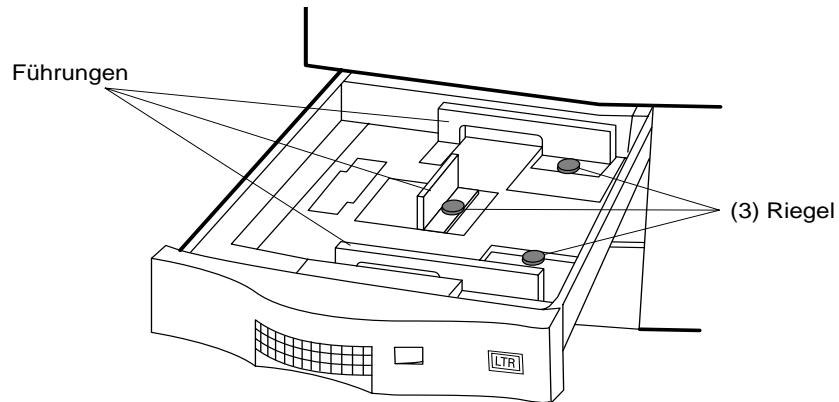

Abbildung 3-5 Papierführungen
1. Alle Papierführungen sind mit einem blauen Feststellrad ausgestattet (siehe Abbildung 3-5).